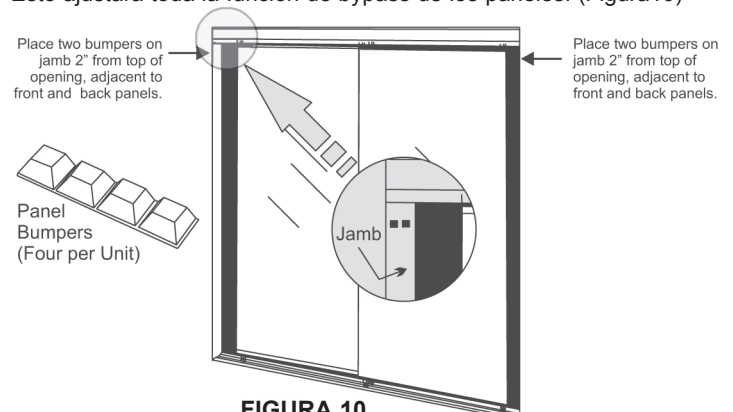

FIGURA 10
Las puertas se suministran con cuatro (4) topes de paneles para proporcionar una amortiguación entre el panel de la puerta y la jamba para un funcionamiento silencioso. **Instale:** Desmonte los topes de las tiras y adjúntelos en la jamba donde se juntan el borde de los paneles espejados y la jamba. Adjunte dos (2) topes en las **ESQUINAS SUPERIORES** de la apertura. Los topes deben tener aproximadamente 2" (51) desde la parte superior de la apertura. Esto ajustará toda la función de bypass de los paneles. (Figura 10)